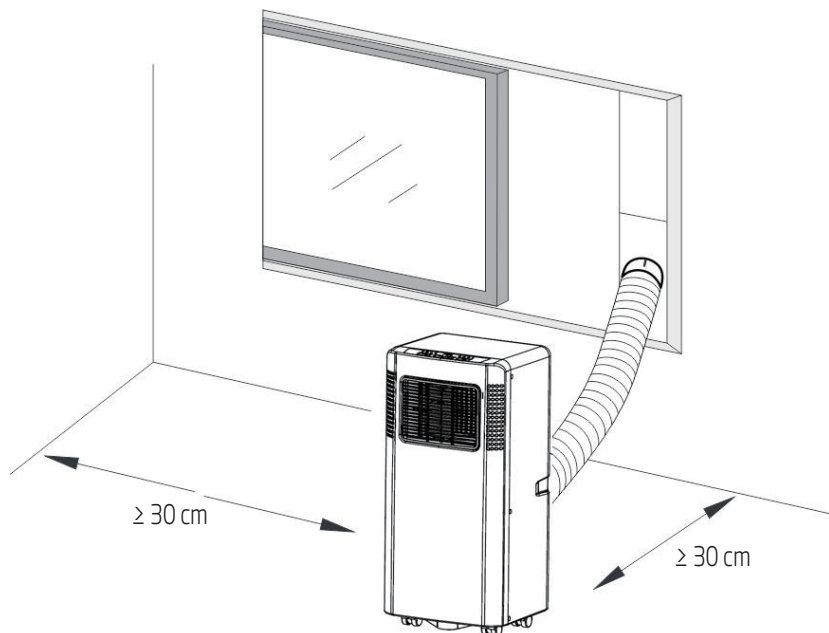

Fig. 3
- Un aire acondicionado de extracción debe instalarse en un lugar plano y con espacio libre alrededor. No bloquee la salida de aire y deje una distancia alrededor de al menos 30 cm. (Vea Fig. 3)